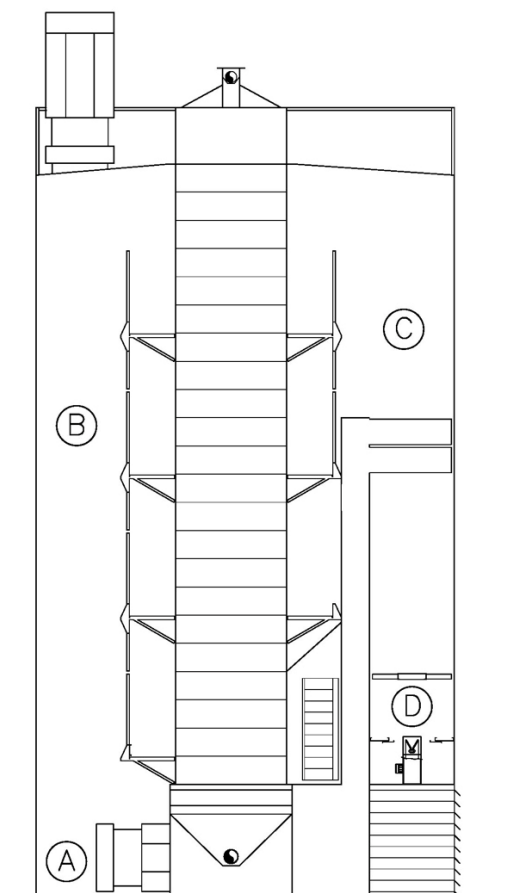

рис. 34 Зоны сушилки, модель FR
- Уберите грязь и образования на основе сушилки (A) (рис. 34)
- Заберитесь на специальные внутренние инспекционные платформы, чтобы достать пространство рядом с вентиляторами (B) и горелкой (C)
- Очистите горелку внутри (D)
- Уберите новую грязь, которая упала на основание (A), если необходимо
- Уберите пыль и просыпанное зерно основания сушилки (A) если необходимо (рис. 34)
- Заберитесь на специальные внутренние платформы для инспективания, чтобы добраться до chamber, расположенной за вентиляторами (B) горелкой (C) и уберите пыль и зерно, если необходимо.
- Почистите внутри горелки (D)
- Заново уберите упавшие пыль и грязь с основания (A) если необходимо